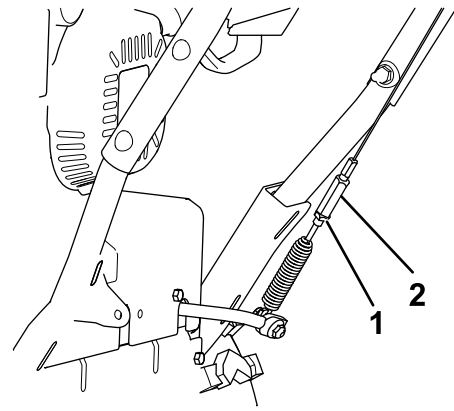

Figura 32
5. Slăbiți contrapiulia (Figura 32).
tensionarea cablului (Figura 32).